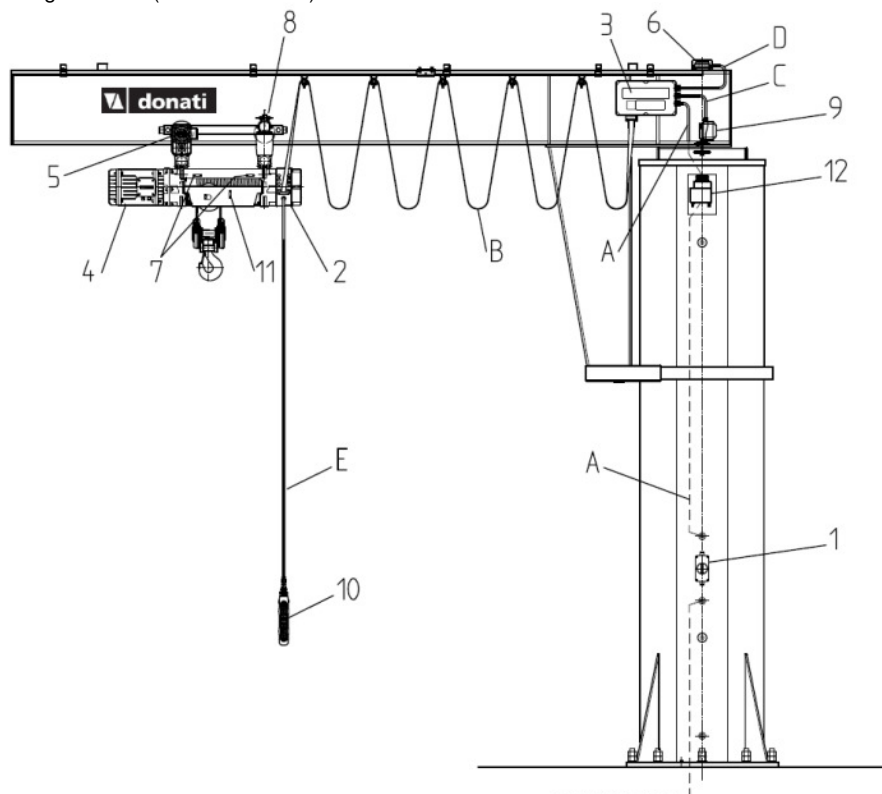

Abb. 38
- Die nachstehende Abbildung (Abb. 38) verdeutlicht das Kriterium für die Erkennung der elektrischen Verbraucher und Kabel/Leitungen. Alle Verbraucher und Kabel sind auf den jeweiligen Komponenten angegeben und nummeriert.